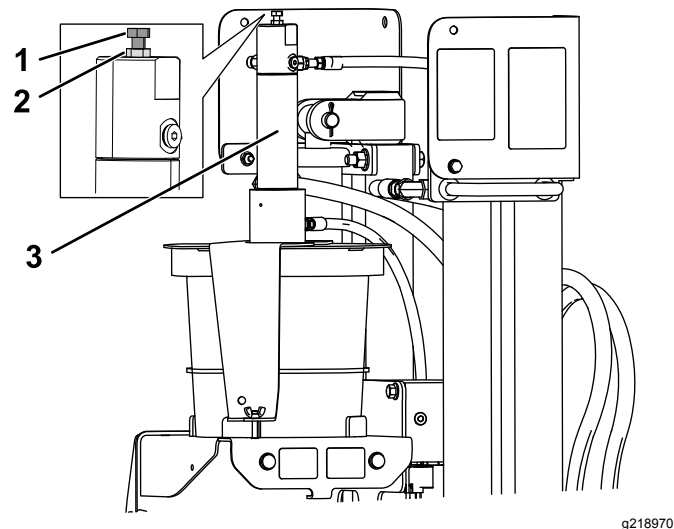

Bild 71
1. Lösen Sie die Klemmmutter an der Einstellschraube auf dem Kolben des TJC-Applikators (Bild 71).